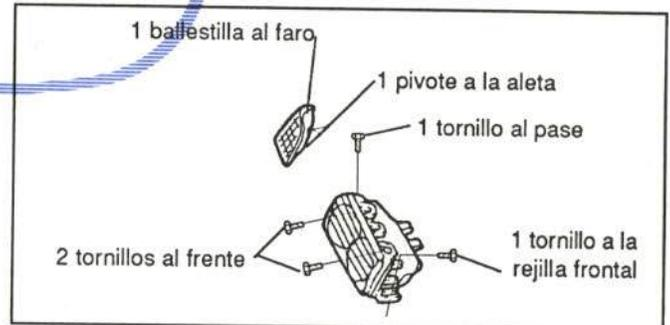

Figura 14.- Fijación de los faros y pilotos
En la figura 14 se muestra su fijación.
- Piloto (figura 14)